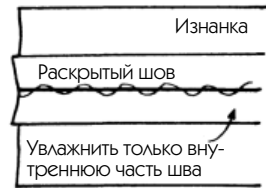

Рис. 578
1. Просто увлажните внутреннюю часть шва чуть смоченными в воде кончиками пальцев, а лучше всего с помощью плоской кисточки. Изображенная на рис. 578 волнистая линия на шве показывает ту часть, которая увлажняется водой.